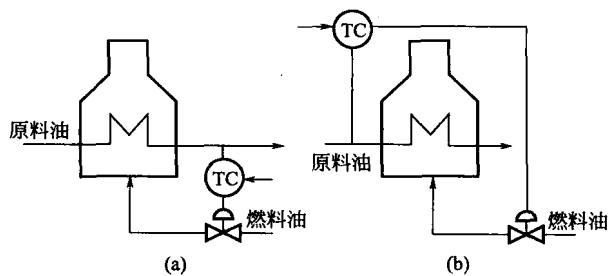

图 1-16 加热炉出口温度控制系统
11. 图 1-16 所示是一加热炉出口温度控制系统，燃料油在炉中燃烧，放出热量以加热原料油。工艺上要求原料油的出口温度控制在 $(350 \pm 5)^\circ\text{C}$ ，为此设计了两种控制方案。
(1) 分别画出两种控制系统的方框图，说明它们在控制系统结构上分别属于什么控制系统。
(2) 当原料油的入口温度经常波动时，图 1-16(b) 所示控制方案能否使原料油的出口温度保持不变？
(3) 图 1-16(a) 所示控制方案属于定值还是随动控制系统？给定值是多少？